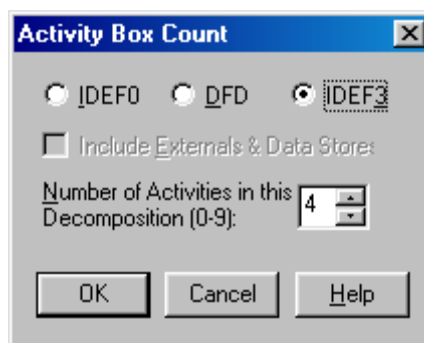

Рисунок 1.48 – Выбор нотации IDEF3 в диалоге Activity Box Count
2. В диалоге **Activity Box Count** (рисунок 1.48) установите число работ 4 и нотацию **IDEF3**.